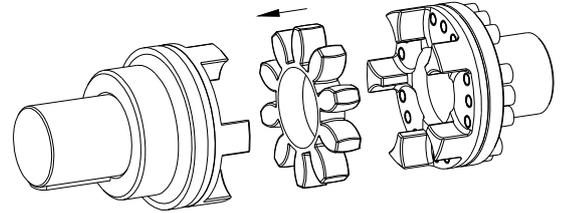

Figura 21: montaje de la estrella
- Instale la estrella o elementos DZ dentro de la levas del mangón (ver figura 21).